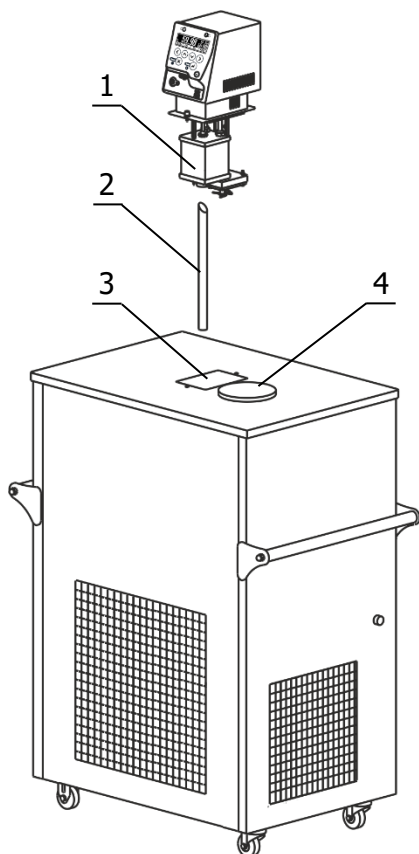

Рисунок 3 — Установка блока регулирования
2.2.4 Вставить выходную трубку насоса 2 (рисунок 3) косым срезом до упора в резервуар 1 блока регулирования и зафиксировать ее винтом.
2.2.7 Заполнить ванну термостата теплоносителем через отверстие над рабочей ванной 4 (рисунок 3) до момента начала слива теплоносителя из переливного штуцера 10. Температурный диапазон применения теплоносителя должен соответствовать значениям, указанным в 1.2.6.
Причина отсутствия перелива — неправильная работа насоса, вызванная воздушной пробкой, образовавшейся в резервуаре 1 (рисунок 3). Для ее устранения необходимо: